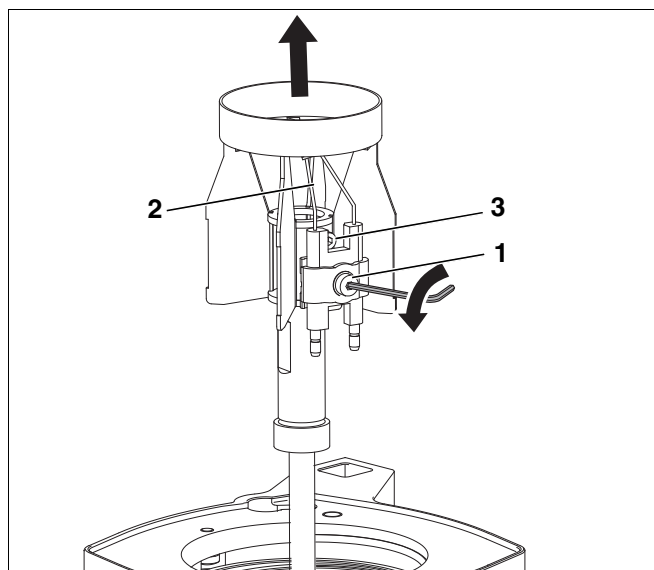
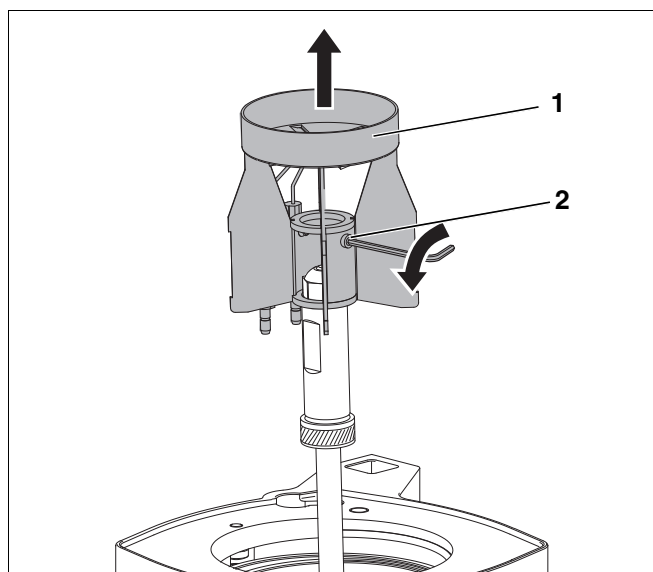
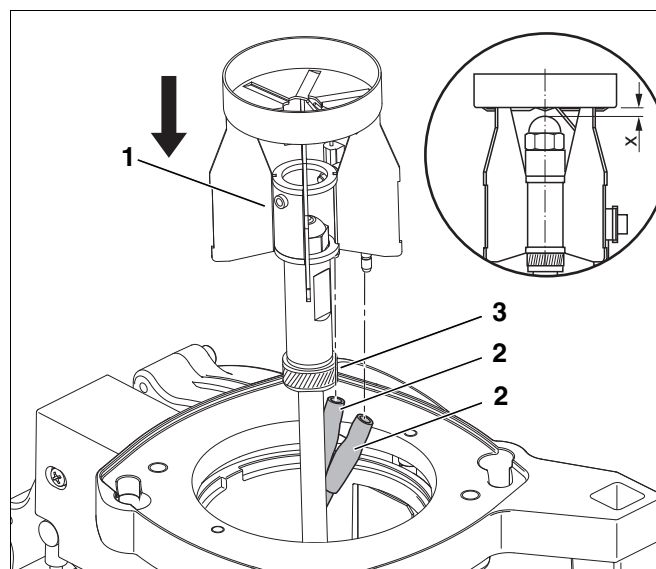

Рис. 26 Замена запальных электродов
Рис. 27 Демонтаж распределительного диска
Рис. 29 Монтаж распределительного диска
На запальных электродах (Рис. 26, **поз. 2**) не должно быть отложений.
- Отвернуть винт (Рис. 26, **поз. 1**) между запальными электродами.
- Отсоединить провода (Рис. 29, **поз. 2**, стр. 29) от запальных электродов.
- Демонтировать запальные электроды (Рис. 26, **поз. 2**).
- Ослабить установочный винт (Рис. 27, **поз. 2**) и демонтировать распределительный диск (Рис. 27, **поз. 1**).
- Вынуть вверх распределительный диск (Рис. 27, **поз. 1**).
- Установить распределительный диск (Рис. 29, **поз. 1**) и закрепить установочными винтами (Рис. 27, **поз. 2**, стр. 28 и Рис. 26, **поз. 3**, стр. 27).
- Подсоединить провода к запальным электродам (Рис. 29, **поз. 2**).
- Следите за тем, чтобы промежуточное кольцо было правильно установлено (Рис. 29, **поз. 3**) и проверьте размер "х" согласно глава 3.3 "Установочные параметры и применяемые форсунки", стр. 8.